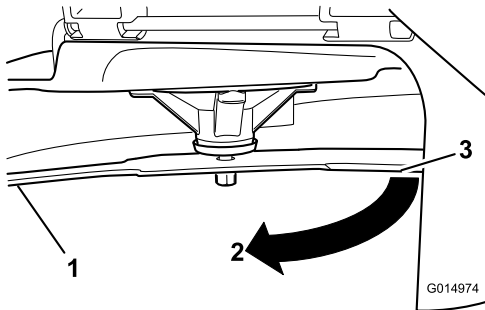

Figura 73
3. Segunda distancia medida entre cuchilla y superficie (B)
4. Gire la misma cuchilla 180 grados de manera que el otro extremo esté en la misma posición (Figura 73).